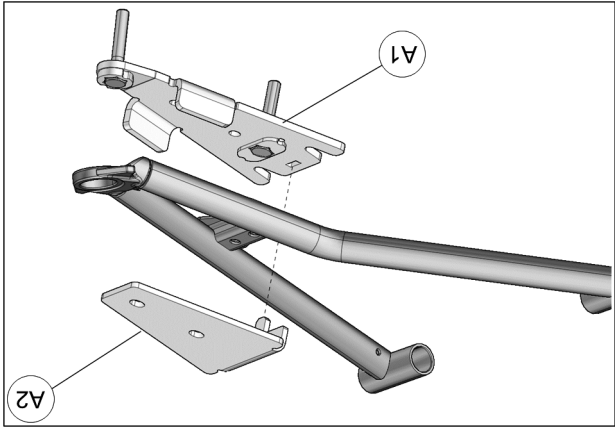

Fig. 18
6. Positionner la partie inférieure de l'ancrage anti-rotation (A1) sous le bras de suspension inférieur. Positionner la partie supérieure (A2) au-dessus du bras de suspension. Aligner les trous et insérer le tenon de la partie supérieure dans l'ouverture de la partie inférieure. Voir la Fig. 18